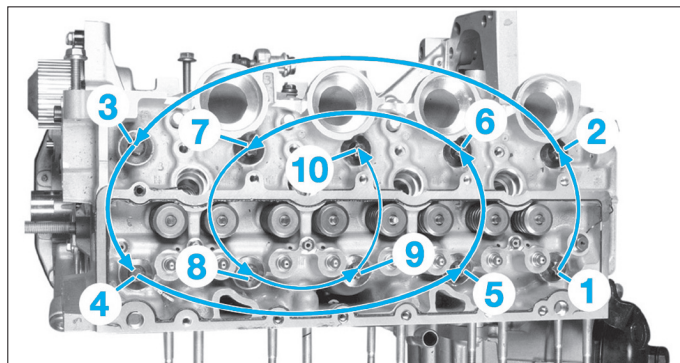

Fig. 55
- les vis de culasse dans l'ordre indiqué (Fig.55),